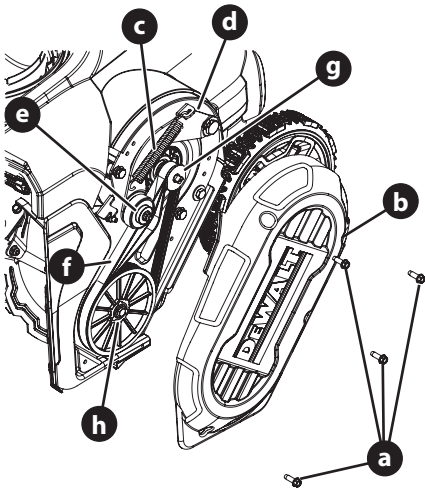

Figura 19
- Extraiga los cuatro tornillos de la arandela hexagonal (a) que sujetan la cubierta de la correa (b) a la placa del motor (Figura 19). Extraiga la cubierta de la correa.